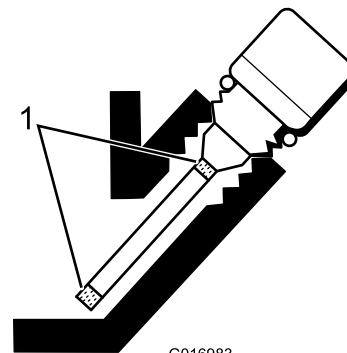

Bild 23
5. Füllen Sie bei niedrigem Ölstand so viel Öl ein, dass der Stand zwischen den Markierungen an der Anzeige liegt (Bild 23). **Füllen Sie nicht zu viel ein.**